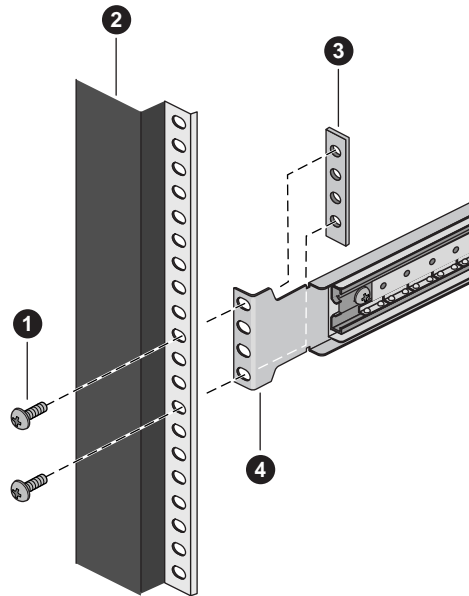

Abbildung B-4 Rechtwinklige Klammer und vertikale Schiene
4. Positionieren Sie die Klammer hinter den Montagelöchern in der vertikalen Schiene, Abbildung B-4 zeigt ein Beispiel.
Abbildung B-4 zeigt folgende Komponenten: